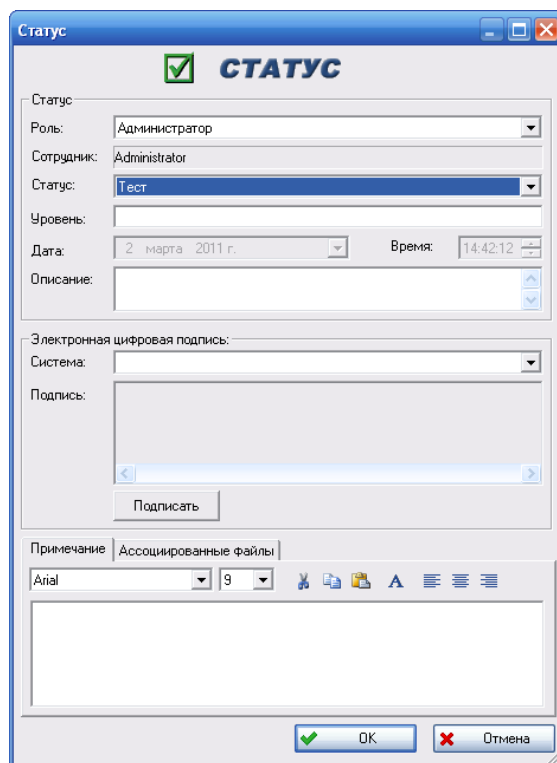

Рис. 3-110
3. В появившемся окне **Статус** (рис. 3-110):